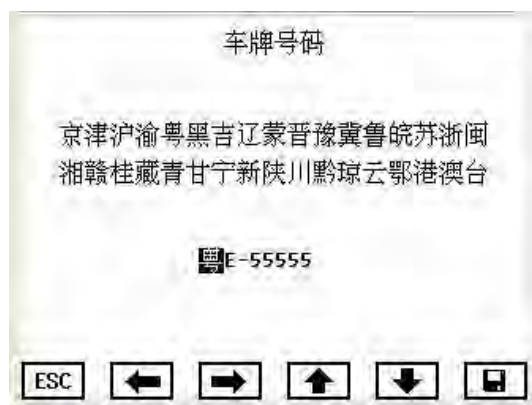

图 2.9 车牌号码
- (1) “无”表示打印时不输出车牌号码。
- (2) 车牌号码“—”左侧的内容（如图 2.9 中的“粤 E”两字），断电后仍然可以保存。若需要改变“—”左侧内容，必须使光标落在左侧，按“↑或↓”进行更改，完成后按下 OK。提示“已保存”后，然后自动退出界面。